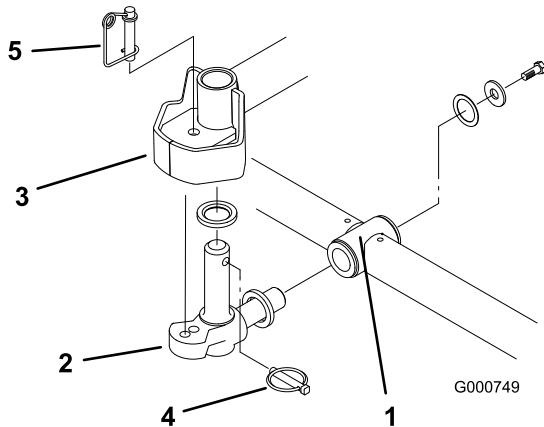

Bild 5
6. Setzen Sie eine Druckscheibe auf die horizontale Welle des Kreuzgelenks, wie in Bild 5 dargestellt.
7. Setzen Sie die horizontale Welle des Kreuzgelenks in das Befestigungsrohr des Trägerrahmens (Bild 5).
8. Befestigen Sie das Kreuzgelenk mit einer Druckscheibe, einer flachen Scheibe und einer Bundkopfschraube am Trägerrahmen (Bild 5).
9. Setzen Sie eine Druckscheibe auf die vertikale Welle des Kreuzgelenks (Bild 5).
10. Falls abgenommen, setzen Sie die vertikale Welle des Kreuzgelenks auf die Hubarmdrehnabe (Bild 5). Führen Sie das Kreuzgelenk zwischen den beiden Zentrierpuffern aus Gummi in die Unterseite der Lenkplatte des Hubarms ein.
11. Setzen Sie den Klappstecker in das Kreuzloch an der Kreuzgelenkwelle (Bild 5).
Hinweis: Wenn Sie eine fixierte Mähwerkstellung wünschen, setzen Sie den Lenksperrstift auf das Befestigungslöch des Kreuzgelenks (Bild 5).
14. Haken Sie den Federdraht unten um den Lenksperrstift (Bild 5).